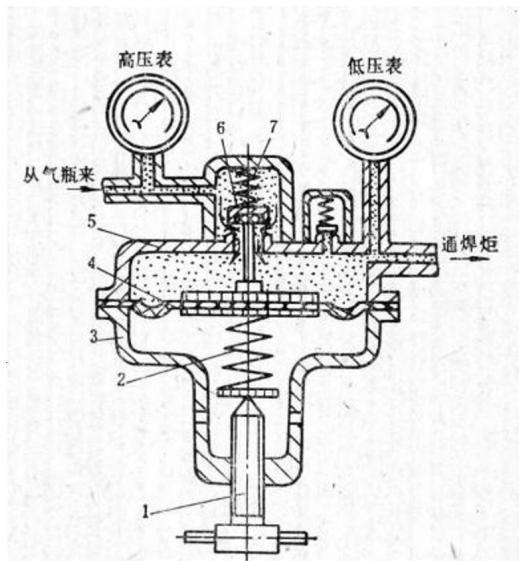

图 1-13
4) 当发现氧气减压器漏气时，可用扳手拧下减压器罩壳，取出图1-13中的弹性薄膜片，再将新的薄膜片换上，这样漏气现象即可消除。
5) 当出现调压螺钉虽已旋松，但低压表指针仍有缓慢上升的自流现象时，应打开减压器的罩壳，首先检查图1-13中的副弹簧和减压活门或活门座是否损坏。若损坏，应进行更换；若未损坏，可去除减压活门或活门座上的垃圾，然后再将减压器装好。